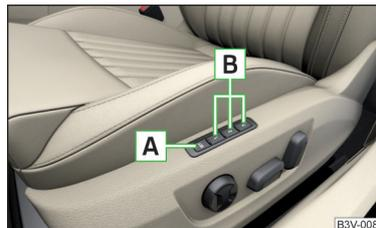

Fig. 75
Chacune des trois touches de mémorisation **B** » fig. 75 peut être affectée à un réglage différent. ▶
- Appuyez sur la touche **SET** (Position **A** » fig. 75).
- Appuyer sur la touche de mémorisation souhaitée **B** » fig. 75.
- Appuyez sur une touche de mémorisation quelconque **B** » fig. 75 à la page 88 et la maintenir enfoncée.
- Appuyez sur la touche **SET** (position **A**) » fig. 75 à la page 88) et maintenez-la enfoncée.